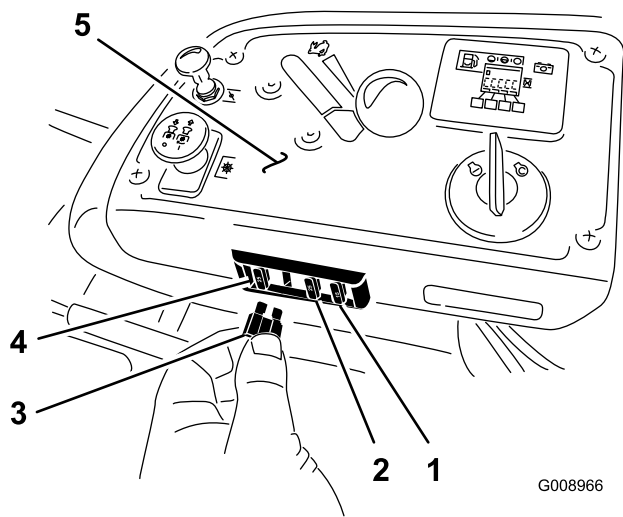

Figure 66
1. Les fusibles se trouvent sur la console, à droite du siège (Figure 66).
3. Remplacez le fusible (Figure 66).